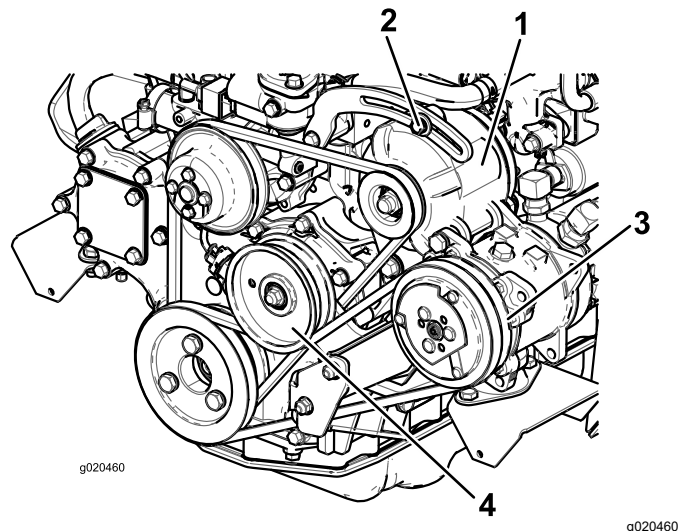

Figura 112
Se la flessione non è di 10 mm, allentate i bulloni di fissaggio dell'alternatore (Figura 112).
2. Se la flessione non è di 10 mm, allentate il bullone di fissaggio della puleggia tendicinghia (Figura 112).